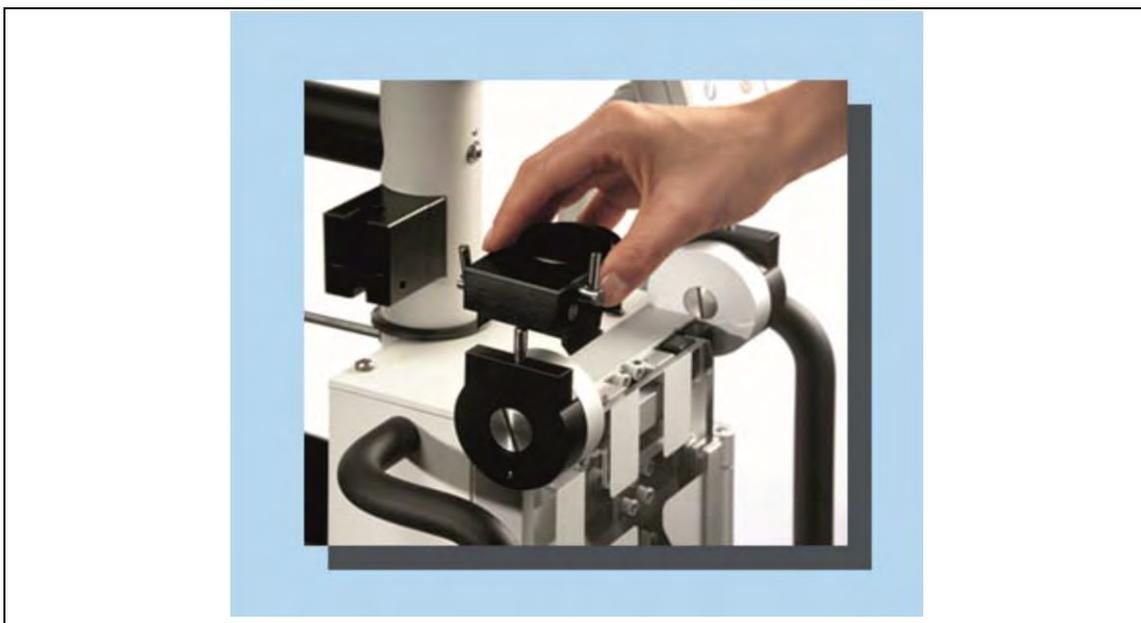

Рис. 107: Снятие держателя флакона
5. Снять держатели флаконов (см. Рис. 9, стр. 31, № 2, 5 и 8) вверх (см. Рис. 107, стр. 112).